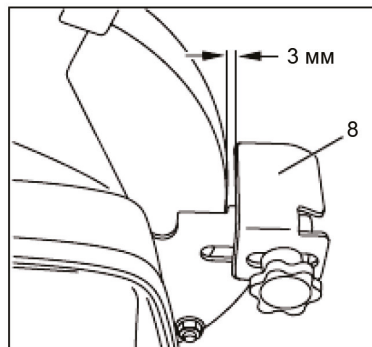

Рис. 3
5. Установите на станок упоры 8 (Рис. 3) и отрегулируйте зазор между краем упора и шлифовальным кругом. Он должен быть не менее 3 мм (Рис. 3)